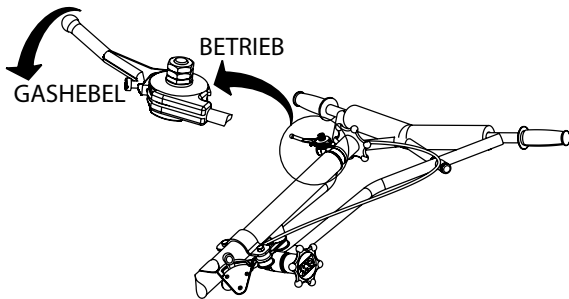

Abbildung 28. Gashebel (Betrieb)
1. Um mit dem Glätten zu beginnen, den Gashebel (Abbildung 28) in die Stellung "BETRIEB" drehen.
Um die Flügel mit dem Quick Pitch™-Griff (Abbildung 28) nach oben zu neigen, drücken Sie einfach auf die Auslösersperre und ziehen Sie den T-Griff zu sich. Wenn der T-Griff nach vorne geschoben wird, legen sich die Flügel flach.